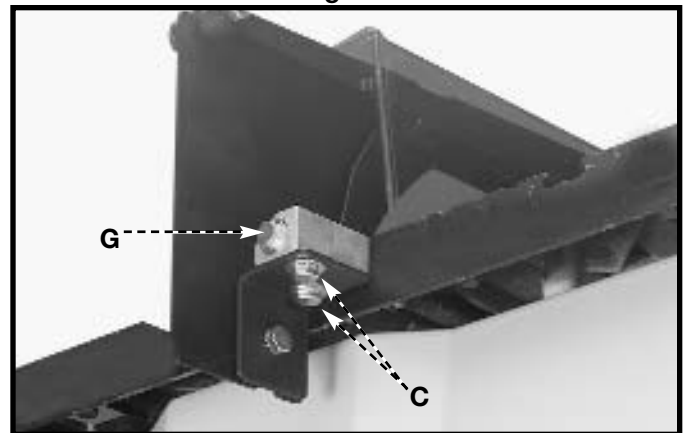

Fig. 17
- Cuando esté seguro que el hendidor está debidamente alineado con la hoja de la sierra, apriete los dos tornillos (C) Fig. 17 que fijan el soporte de apoyo del hendidor al soporte del hendidor, y apriete el tornillo (G) que fija el soporte del hendidor a la varilla pivotante.